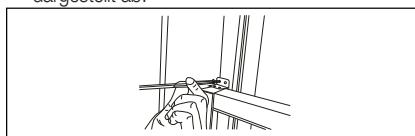

Abb. 16
- Um den unteren Schiebeteil des Fensters zu arretieren, befestigen Sie das Winkelstück wie in der Abbildung dargestellt mit 1/2-Zoll-Schrauben (12,7 mm) (Abb. 16).